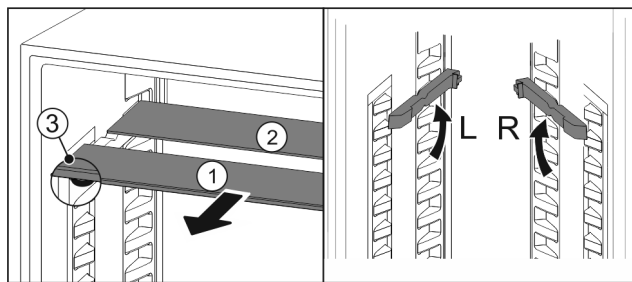

Fig. 97
- Skleněné desky jednotlivě vytáhněte dopředu Fig. 97 (1).
- ▷ Skleněná deska Fig. 97 (1) s ozdobnou lištou leží vpředu.
- ▷ Zarážky Fig. 97 (3) směřují dolů.